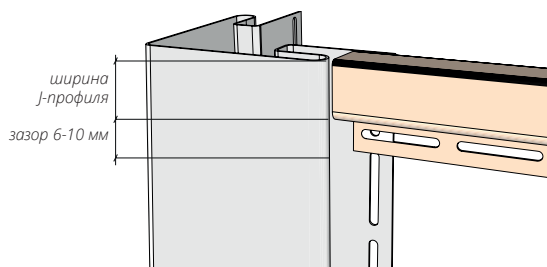

Рисунок 24
12.5 На тыльной части угла нужно сделать вырез, равный ширине лицевой планки универсального J-профиля 7/8, плюс зазор 6-10 мм (Рис. 24, 25).